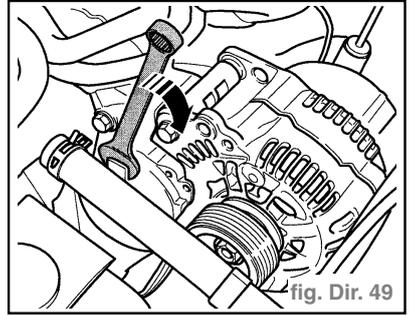

fig. Dir. 49
- Pivoter le galet tendeur avec une clé à fourche dans le sens de la flèche pour détendre la courroie poly-V (fig. Dir. 49).